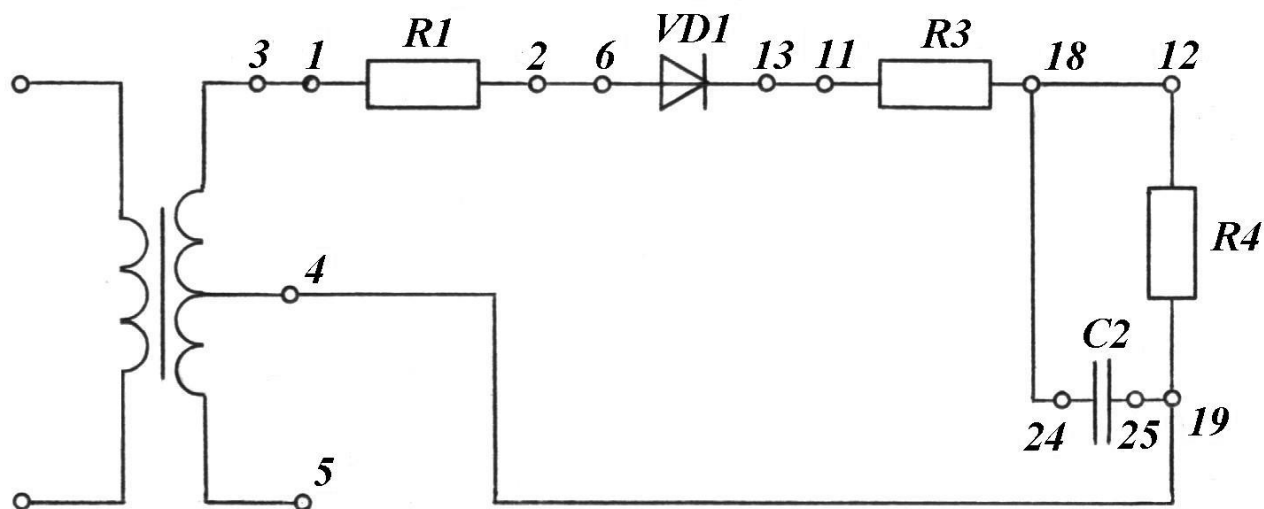

Рисунок 10.3 – Схема однополупериодного выпрямителя с активно-емкостной нагрузкой
2.1. Используя собранную предыдущую схему, дополнительно подключить параллельно нагрузке  $R_4$ , конденсатор  $C_2$  (рисунок 10.3).